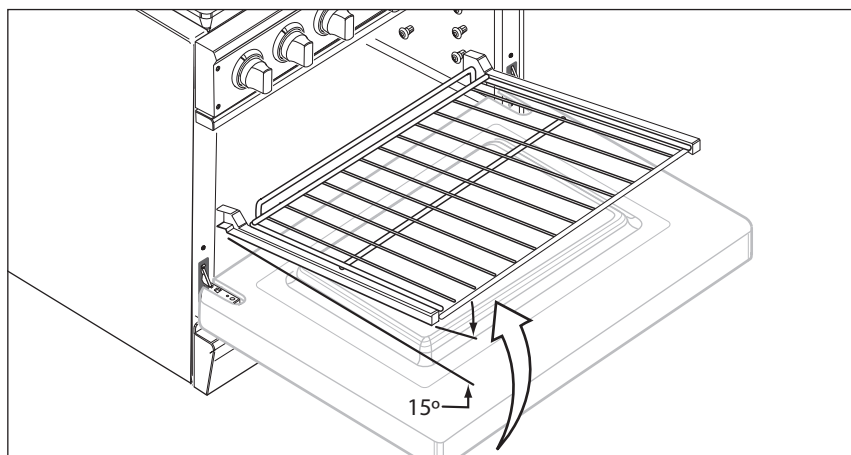

Fig. 03
2. Tout en glissant la grille dans le four, inclinez légèrement la grille vers le haut (voir Fig. 03) de façon à ce que les butées de sécurité, situées à l'arrière de la grille, glissent sur les roulettes et s'enfoncent dans le four. Les butées de sécurité empêchent la grille de sortir complètement du four lorsqu'on la tire vers l'extérieur.